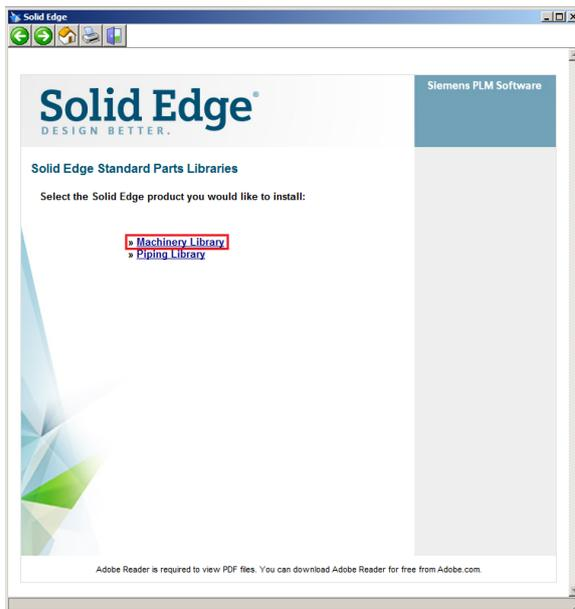
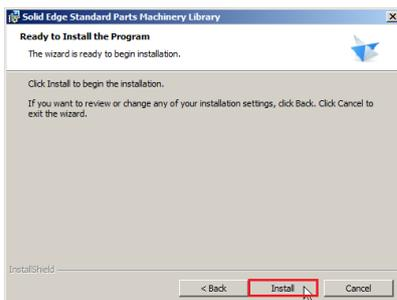
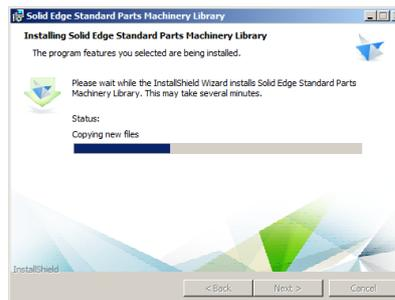
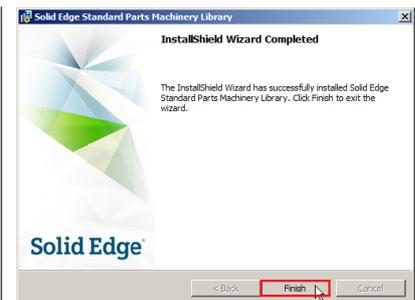

Abbildung 1
Abbildung 7
Abbildung 8
Abbildung 9
- 2.1. Starten Sie die Installation der Machinery Library über das Autostart-Menü der Solid Edge Standard Parts Libraries DVD oder Installationsdatei (z. B. „SE_Standard_Parts_ST10.exe“) (Abb. 1).
- 2.5. Ein Klick auf „Install“ im nächsten Fenster (Abb. 7), startet die Installation der Normteile (Abb. 8). Mit einem Klick auf „Finish“ (Abb. 9) beenden Sie die Installation und können nun auch das Installationsmenü (Abb. 1) beenden.